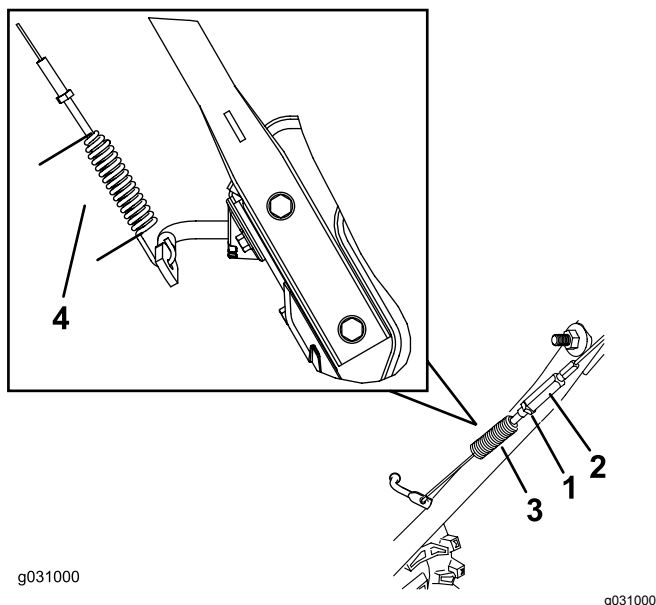

Figura 38
3. Allentate o serrate il tornichetto per regolare la lunghezza della molla a 7 cm, come illustrato nella Figura 38.
4. Serrate il controdatto (Figura 38) assicurandovi che vi sia una leggera tensione sul cavo.